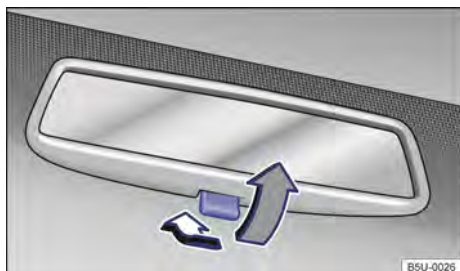

Fig. 73 No para-brisa: espelho retrovisor interno com antiofuscante manual.
- Posição noite: puxar a alavanca → Fig. 73 (seta cinza), para evitar o ofuscamento dos faróis dos veículos que trafegam atrás.